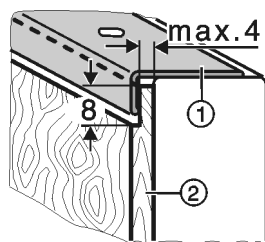

Fig. 40
- Storesnes dekoracines plokštes Fig. 40 (2) pagal paveikslėlį išdėstykite pakopomis maks. iki 4 mm storio.